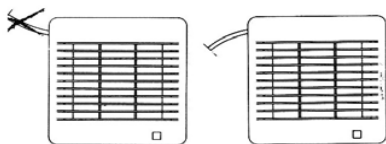
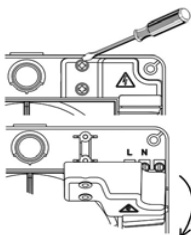

Fig.3
Fig.4
Электрический кабель может быть проведен в вентилятор как через паз (7), если он встроен в стену, так и через кабельный ввод (2), если кабель предназначен для поверхностного монтажа, в последнем случае кабель должен подводиться, как показано на рис.3. Закрепите аппарат на стене таким образом, чтобы крепежный винт (4) располагался внизу (рис.4). После подключения, как указано далее, вновь установите защитную решетку (1) и закрутите винт (4).
Откройте соединительную крышку (3 рис.4) и произведите электрическое подключение в соответствии с установленной моделью (рис. 5-13). После этого закройте соединительную крышку.